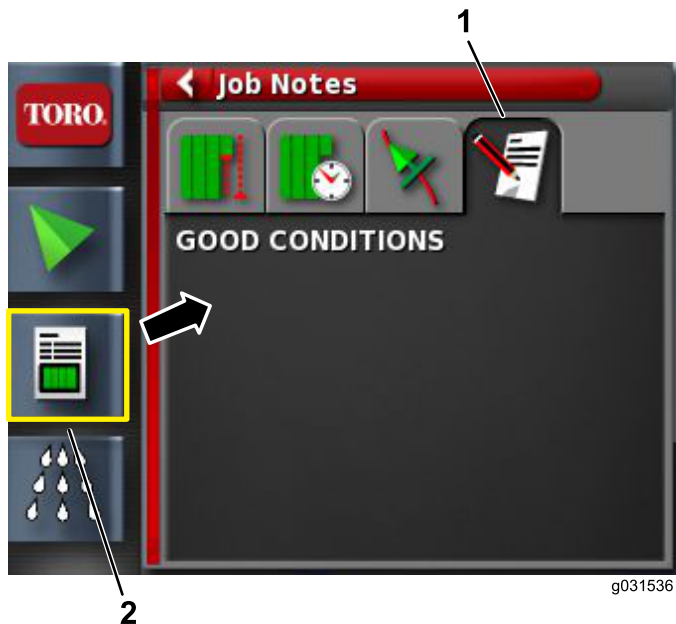

图20
1. 打开工作信息图标 (图20)。
2. 选择工作注释图标 (图20)。